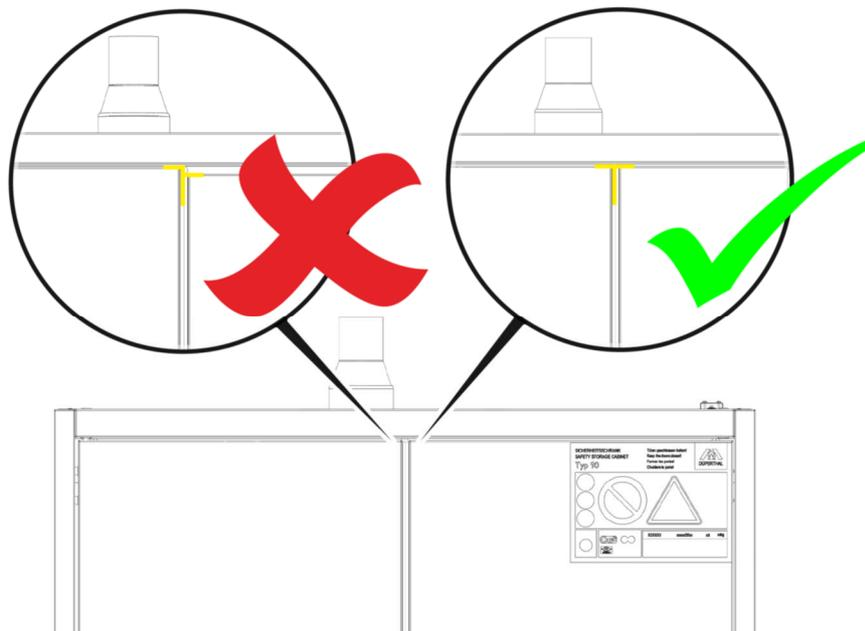

Abb. 15: Ausrichtung kontrollieren
- ➔ Ausrichtung des Sicherheitsschranks kontrollieren (Abb. 15).